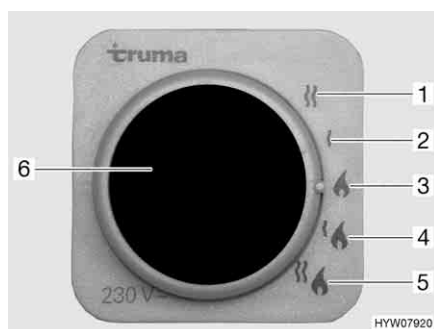

Fig. 104 Selettore di energia per riscaldamento/boiler
- Funzionamento a gas (Fig. 104,3)
- Funzionamento elettrico a 230 V con gradi di potenza da 900 W (Fig. 104,2) oppure 1800 W (Fig. 104,1)
- Funzionamento a gas e funzionamento elettrico a 230 V (funzionamento misto) con gradi di potenza da 900 W (Fig. 104,4) oppure 1800 W (Fig. 104,5)
Se viene selezionato il funzionamento elettrico a 230 V, la spia gialla di controllo si accende (Fig. 104,6).